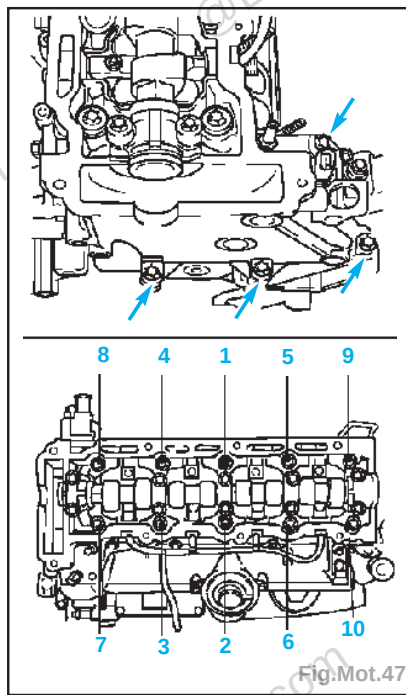

Fig.Mot.47
- Serrer les boulons de la culasse dans l'ordre indiqué avec **KM-470-B** à 2,5 daN.m + 65° + 65° + 65° + 65° + 15° ainsi que les vis de fixation (flèches) à 2,0 daN.m (Fig.Mot.47).